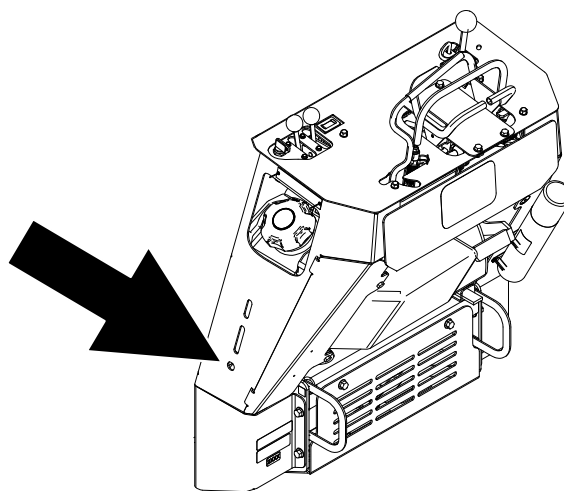

Figura 34
**Notă:** Puteți folosi o extensie de cheie cu clichet în orificiul din Figura 34 pentru a cupla o cheie pentru filtrul de ulei.